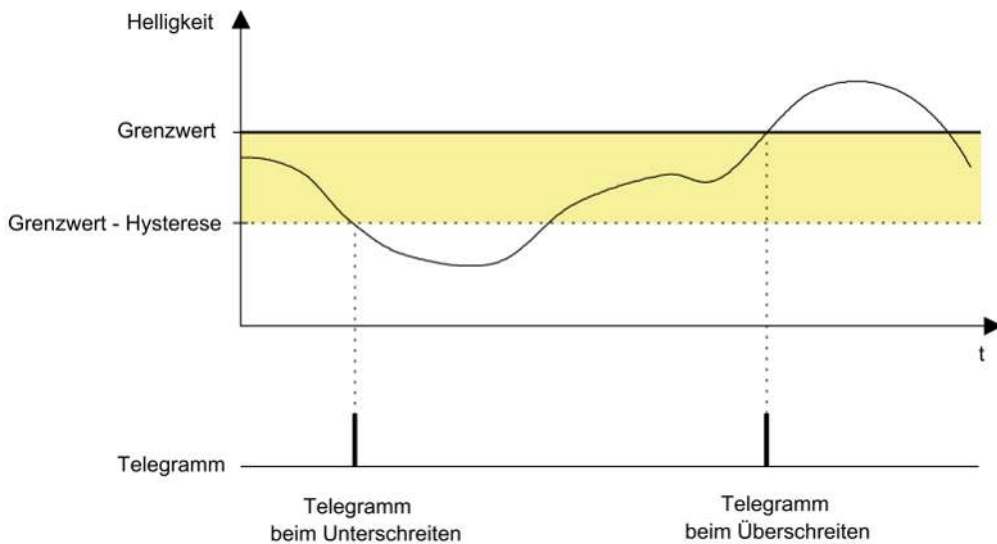

Bild 54: Beispiel 1 zur Grenzwertdefinition
1. Helligkeitsgrenzwert = Obere Schwelle (siehe Bild 54)